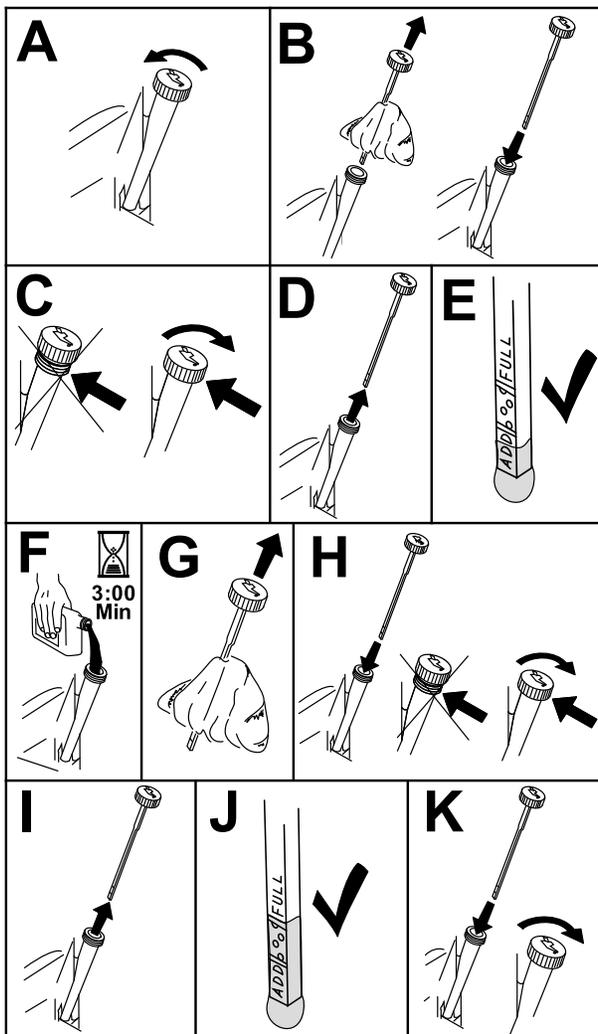

Bild 45
3. Reinigen Sie den Bereich um den Ölfüllstutzendeckel bzw. den Peilstab vor dem Abnehmen, damit kein Schmutz oder Schnittgut usw. in den Motor gelangt (Bild 45).